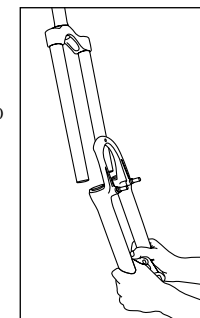

Fig. 7
7. Sfilare il gruppo monoblocco foderi-archetto (vedere Fig. 7), l'olio continuerà ad uscire dagli steli. Togliere i soffietti parapolvere.